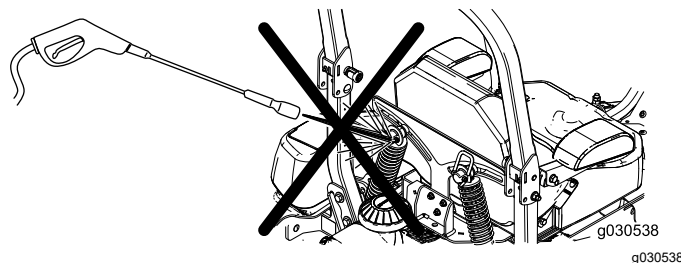

Figura 95
**Nota:** No limpie los conjuntos de choque con agua a presión (Figura 95).